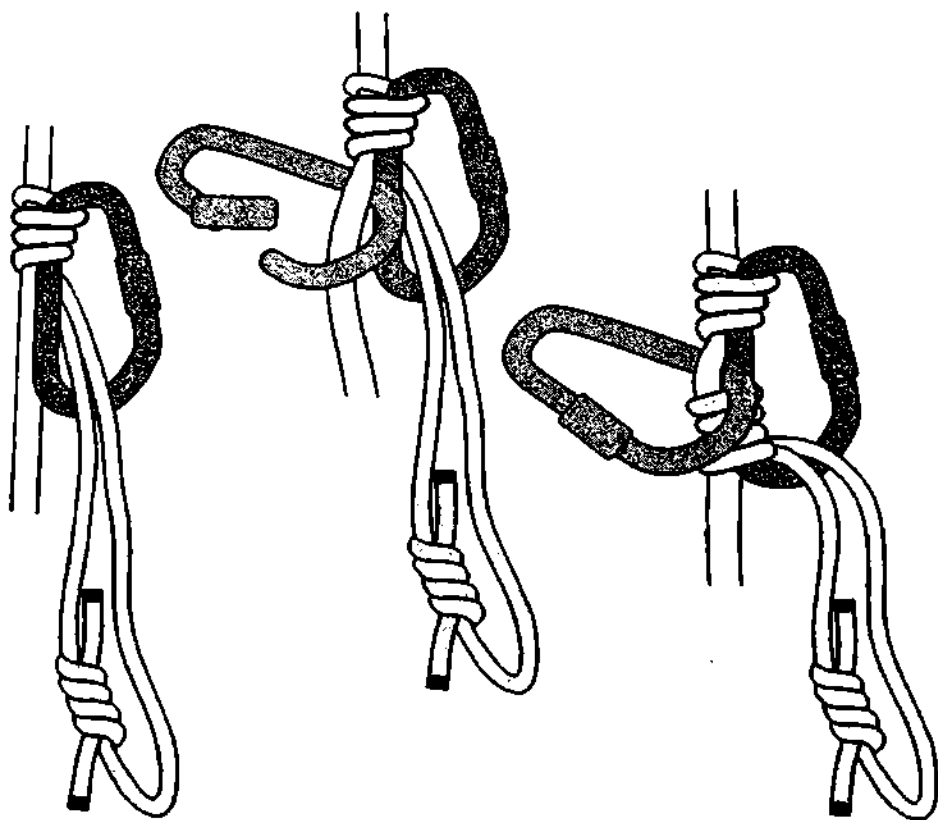

Рис. 689. Бахман с карабином.
*Бахман* можно связать с дополнительным карабином (рис. 689). Дополнительный карабин-вкладыш намного увеличивает силу трения и за счёт этого повышает сцепление узла на основной верёвке. На вершине основного карабина должно быть не менее двух оборотов схватывающей петли.